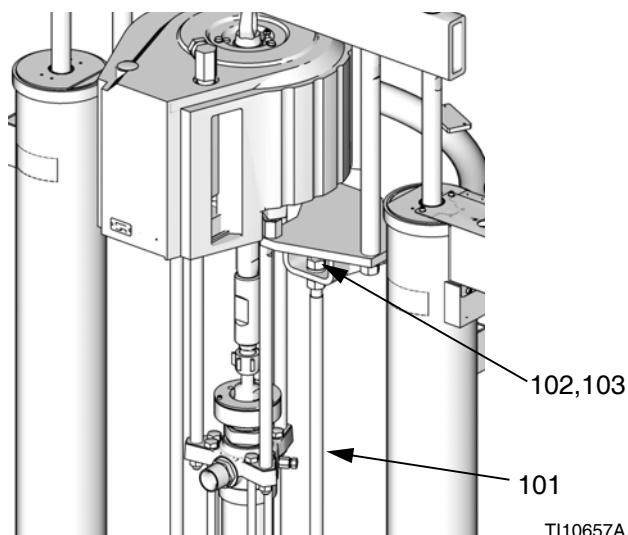

FIG. 21
1. Rimuovere i dadi e le rondelle (102, 103) dalla parte superiore delle bielle di sollevamento della piastra (101). Vedere la FIG. 21.
Non rimuovere né regolare i dadi (102) sotto le staffe. Vedere la FIG. 21. Se i dadi vengono regolati, la pompa non si collega completamente alla piastra o la minore distanza mette sotto sforzo il motore, i tiranti e la pompante.
4. Serrare i dadi (103) e le rondelle (102) sulla parte superiore delle bielle di sollevamento della piastra (101). Vedere la FIG. 21.